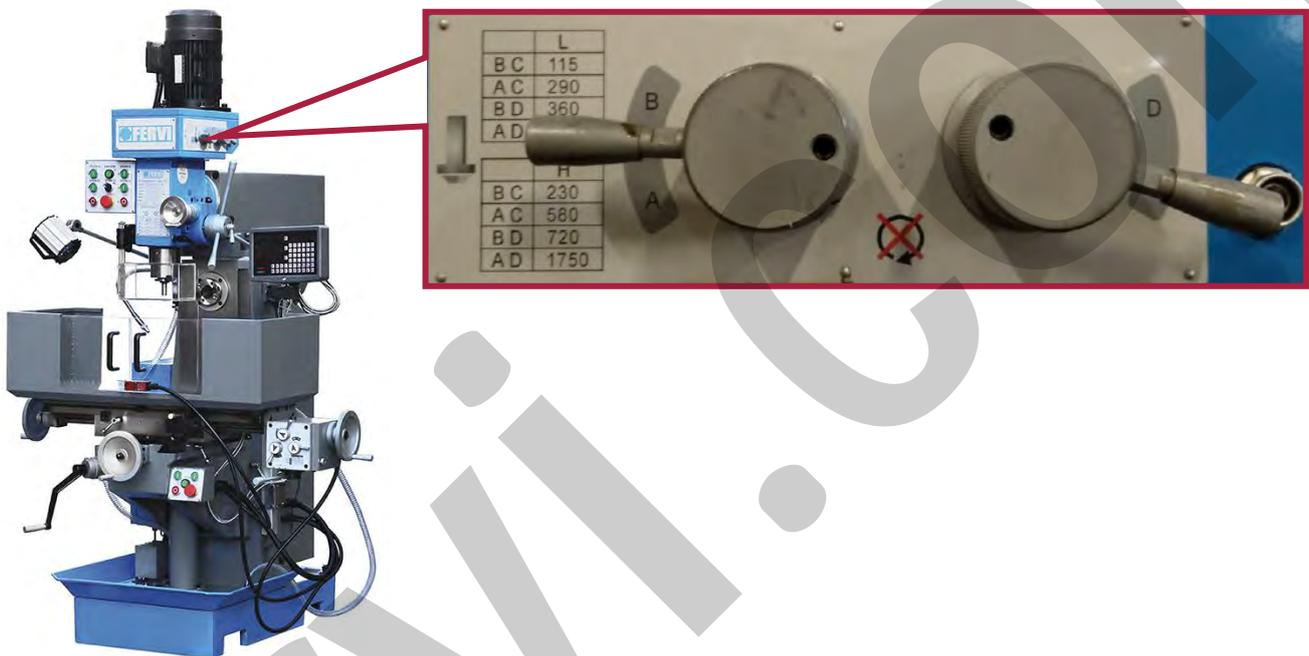

Figura 11 - Leve di regolazione della velocità di rotazione del mandrino verticale.
3. Posizionare le due leve in Figura 11 secondo la configurazione corretta.